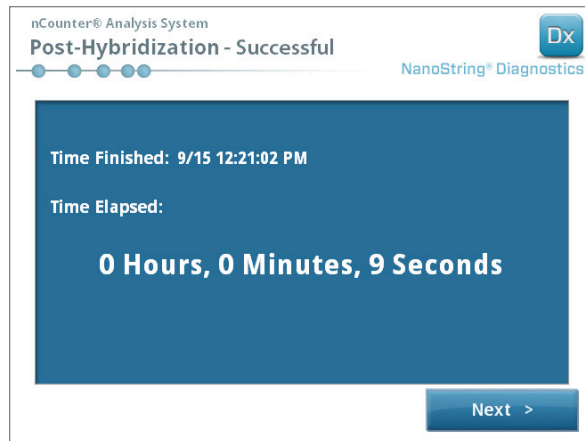

FIGURA 5.28: la pantalla System Processing Complete (Procesamiento del sistema finalizado)
17. Una vez finalizado el procesamiento de la muestra, aparecerá una pantalla azul y el temporizador comenzará a contar desde el momento en el que finalizó el ciclo (FIGURA 5.28). Toque **Next** (Siguiente).